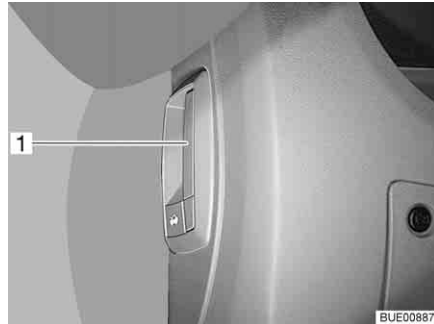

Fig. 29 Palanca de desbloqueo del capó del motor (en el vehículo)
- Tirar de la palanca (Fig. 29,1) que hay a la izquierda debajo del salpicadero.